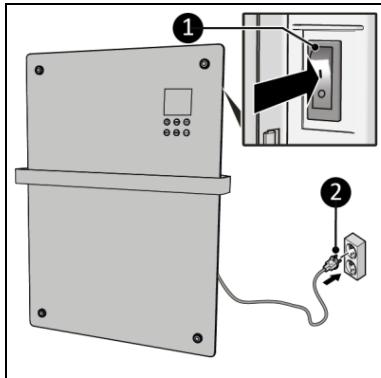

Figura 14
2. Asigurați-vă că întrerupătorul ON/OFF este în poziția OFF (oprit) (Figura 14, poz. 1).
3. Introduceți ștecarul (Figura 14, poz. 2) într-o priză de perete cu împământare, ușor accesibilă. Utilizați o priză de perete cu împământare, cu o putere minimă de 1200 Watt.